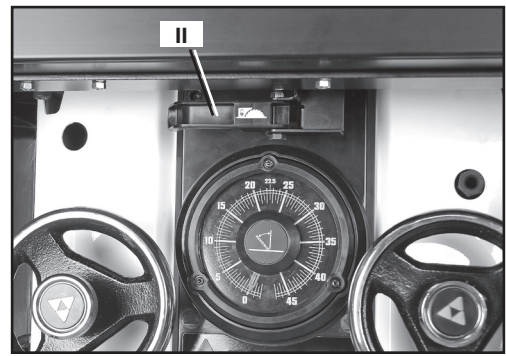

FIG. 29
1. Tirer sur la poignée de dégagement avant du couteau séparateur (II) fig. 29 à l'avant de la scie sous la table, juste au-dessus du guide d'onglet.